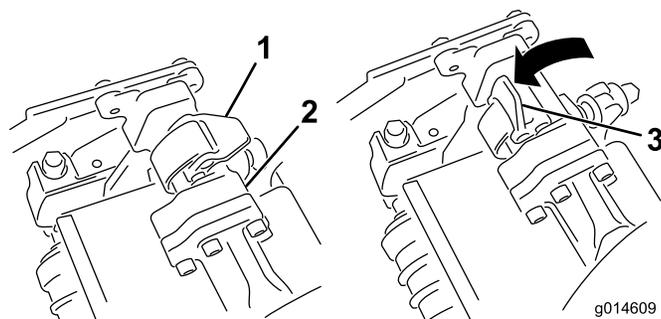

Figura 36
5. Feche os fechos para baixo e em redor da barra da unidade de corte e bloqueie-os no sítio (Figura 36).
5. Abra os fechos na barra do braço de suspensão da unidade de corte que está a remover (Figura 36).